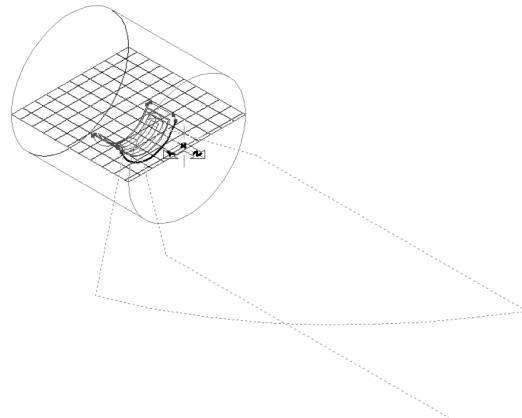

图 2-97 缠绕后刀具路径
11) 选择缠绕图素, 然后计算刀具路径, 如图 2-97 所示。